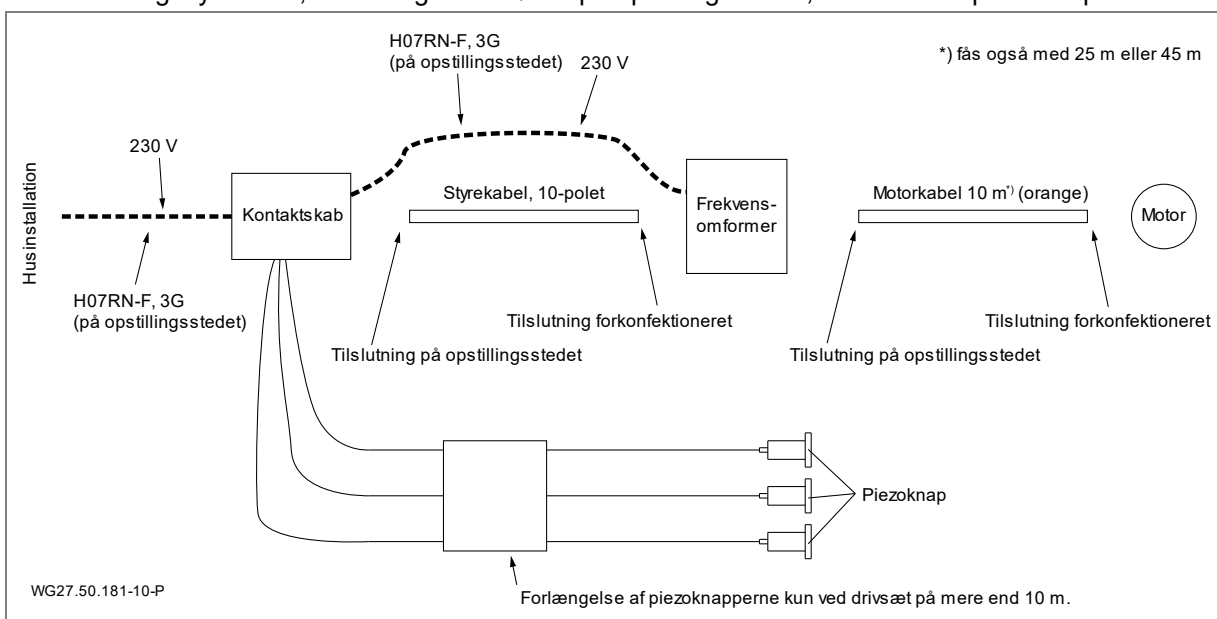

Fig. 19
14. Lederne til PTC (brun eller sort (BR1)/hvid (BR2)) skal trådføres iht. forbindelsesdiagrammet. Se "Fig. 19" på side 24.